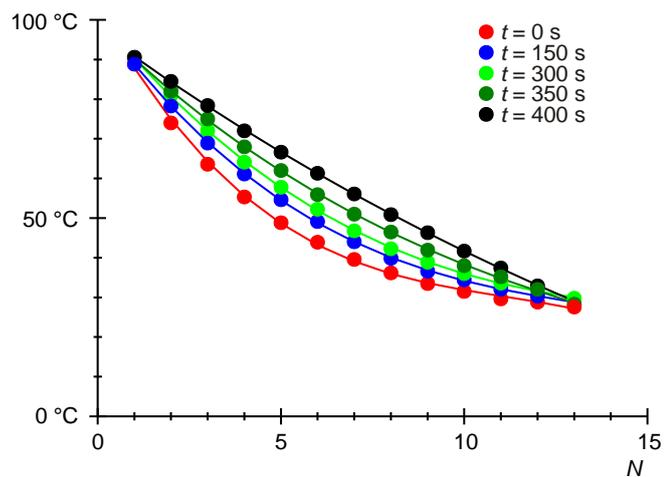

Fig. 2 : Températures le long de la barre en aluminium dans cinq séries de mesures effectuées dans un écart de 150 s.
- Représenter les séries de mesures du tableau 1 sous forme graphique dans un diagramme $T(N)$ (Fig. 2).